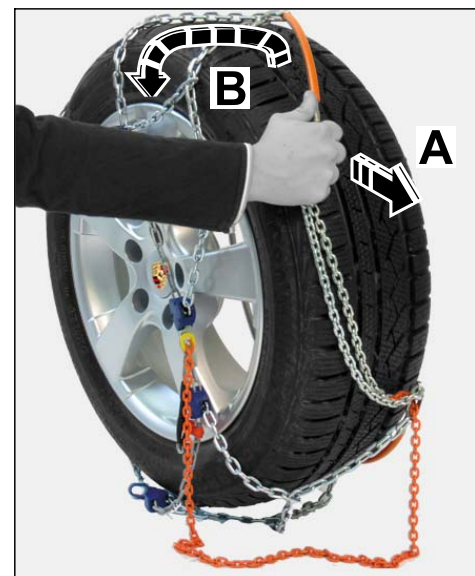

Bild 19
3.4.1 Wenn das Ende Federstahlbügel sichtbar ist: Ende Federstahlbügel so weit wie möglich auseinanderziehen (⇒ Bild 19-A-) und Schneekette von oben vom Rad ziehen (⇒ Bild 19-B-).